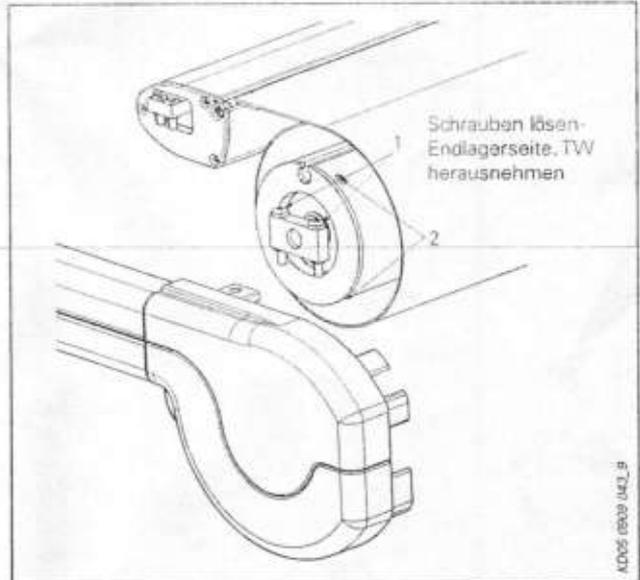

Abb. 3: W6 – Endlagerseite
- Auf der Endlagerseite die Schrauben des Achsbolzens herausdrehen (Abb. 3/1).
- Auf der Endlagerseite die drei Befestigungsschrauben für den Wellenkern der Federmechanik am Ende der TW herausschrauben (Abb. 3/2).